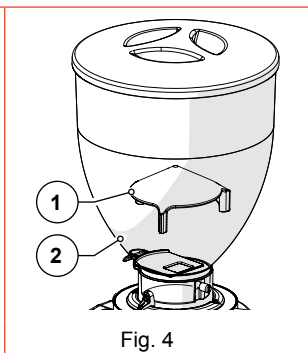

Fig. 4
- **Fungo anti intrusione su tramoggia di alimentazione caffè (Fig. 4)**